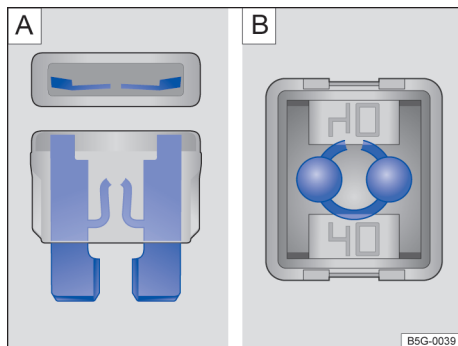

Fig. 160 Fusível queimado: A Fusível encaixável plano. B Fusível tipo bloco.
- É possível saber se um *fusível encaixável plano* (ATO®, MINI®) está queimado pela fita de metal queimada visível por cima e pelas laterais através da carcaça transparente → Fig. 160 [A].
- É possível saber se um *fusível tipo bloco* (JCASE®) está queimado pela fita de metal queimada visível por cima através da carcaça transparente → Fig. 160 [B].